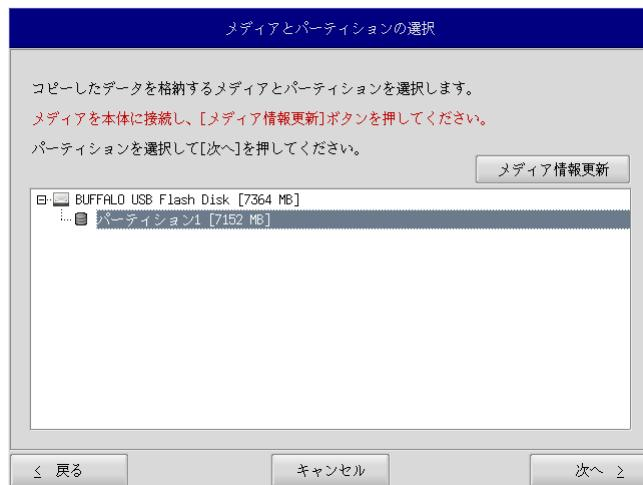

図 5-3-2. メディアとパーティション選択画面
- ④ メディアとパーティション選択画面（図 5-3-2）が表示されます。本体にバックアップUSBを接続し、[メディア情報更新]ボタンを押してください。バックアップファイルを保存するバックアップUSBのパーティションを選択し、[次へ]ボタンを押します。